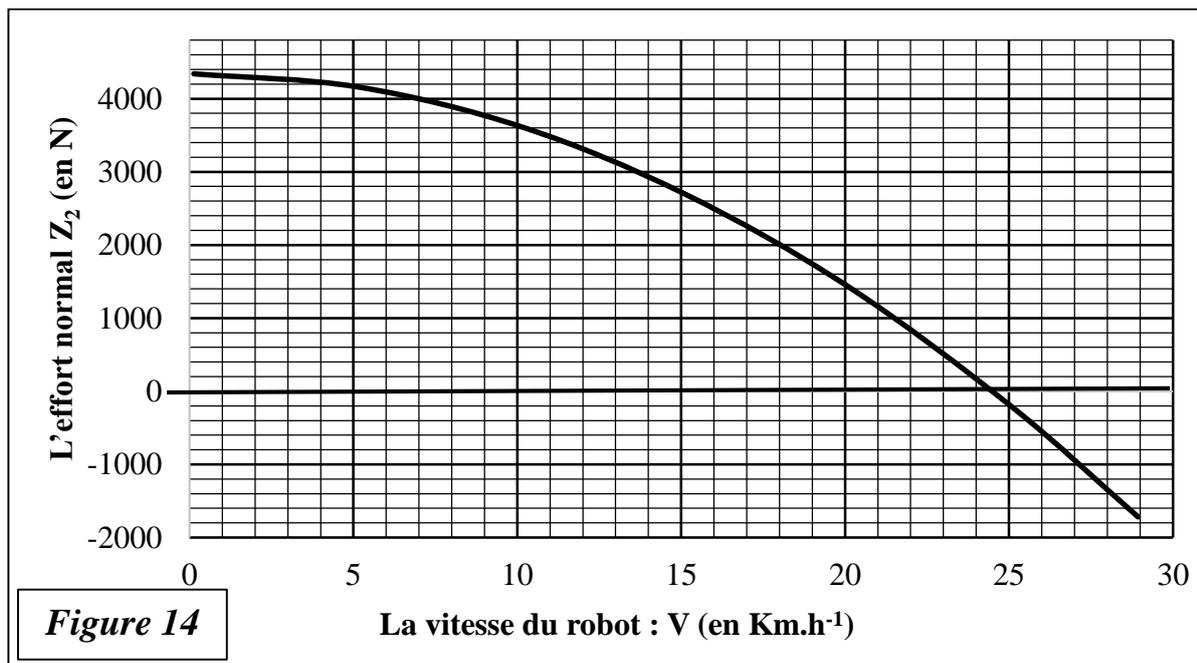

Figure 14
La condition de non basculement latéral du robot (S) est :  $Z_2 \geq 0$ , (à la limite du basculement  $Z_2 = 0$ ). Une simulation numérique issue de cette condition permet de tracer la variation de l'effort normal  $Z_2$  (en N) en fonction de la vitesse du robot  $V$  (en  $Km \cdot h^{-1}$ ) (Figure 14).